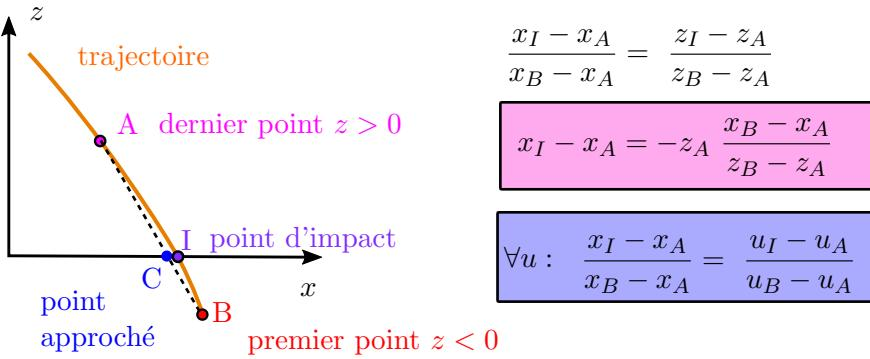

FIGURE 2 – Interpolation linéaire au voisinage de $z = 0$.
Pour déterminer le point d'impact, il faut d'abord déterminer le temps pour l'impact, t_i qui vérifie $z(t_i) = 0$. On procède par interpolation linéaire à partir de la solution numérique, au voisinage de $z = 0$. On peut se référer à la figure 2 pour la démarche et les relations utiles.
- On pourrait utiliser une méthode d'interpolation `interp1d` présente dans le module `scipy.interpolate`, mais finalement c'est plus simple ici d'utiliser la méthode décrite dans la figure 2. Pour trouver les valeurs à l'impact il suffit alors de remplacer u par θ, v_x, v_z .